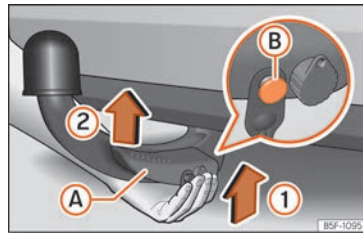

Fig. 255 Placer la boule amovible/broche de déverrouillage à l'état déplié
- Tenez la boule amovible **par en bas** » fig. 255 et encastrez-la dans le logement du crochet en suivant le sens de la flèche (1) jusqu'à entendre un clic » ⚠.